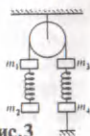

Рис. 3
13. Система грузов, изображенная на рис. 3, удерживается в равновесии с помощью нити, прикрепленной к грузу m_1 . Найдите ускорения всех грузов сразу после того, как была перерезана эта нить. Считать, что нити невесома и нерастяжимы, пружины невесома, масса блока пренебрежимо мала, трение в подвесе отсутствует.